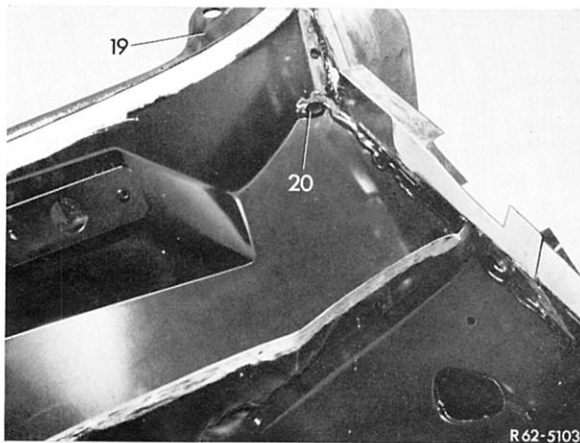

Bild 62-2/21
24 Lackablaufloch mit Gummistopfen (20) im Wasserkasten verschließen und alle Punktnähte im Wasserkasten abdichten (Bild 62-2/21).